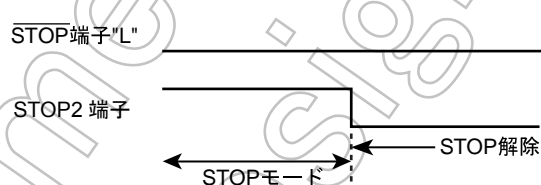

図 15-2 $\overline{\text{STOP}}$ 端子と STOP2 ~ STOP5 端子の優先順位
- 注 5) STOP2 ~ STOP5 入力によって STOP モードを解除する ("L" レベル) 場合は、STOP モード中 $\overline{\text{STOP}}$ 端子を必ず "L" レベルに固定してください。(図 15-2)